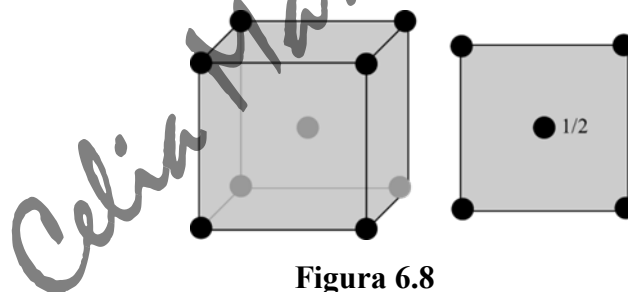

Figura 6.8
- La celda elemental puede describirse como una celda cúbica F (Figura 6.8).